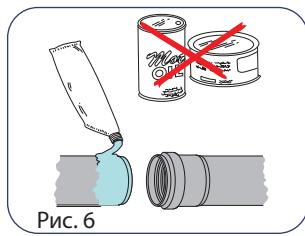

Рис. 6
- г) Следует нанести силиконовую смазку на кромку трубы, при ее отсутствии допустимо применять мыльную воду. Нельзя применять минеральные масла и смазки (рис. 6);